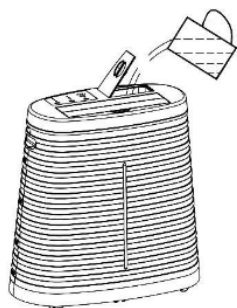

fig. 2.1
2. Déverrouillez le réservoir et faites-le glisser (figure 2.1).